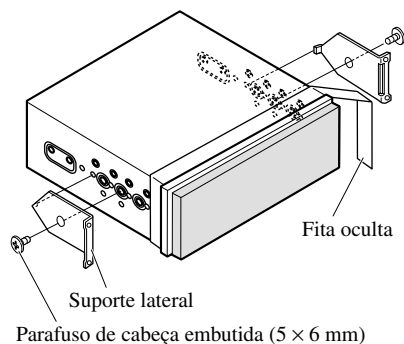

Fig. 16
1. Decida a posição dos suportes laterais. (Fig. 16)